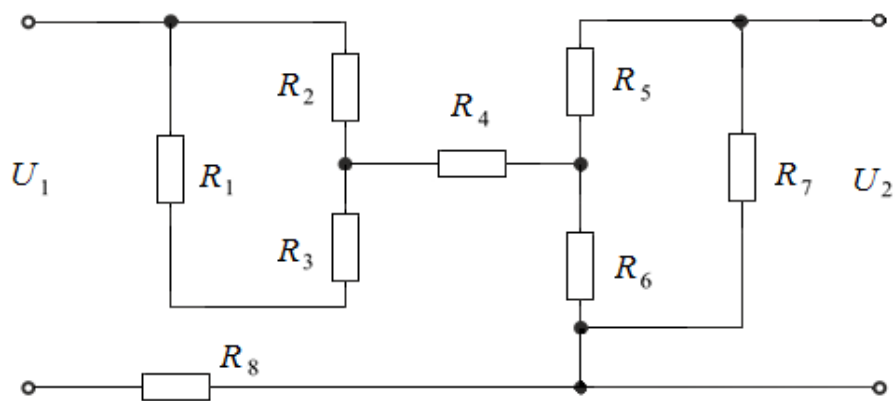

Рис. 74
7. Для цепи (рис. 74) определить коэффициент передачи $K = \frac{U_2}{U_1}$, если $R_1 = 5 \text{ Ом}$, $R_2 = 20 \text{ Ом}$; $R_3 = 15 \text{ Ом}$; $R_4 = 16 \text{ Ом}$; $R_5 = 30 \text{ Ом}$; $R_6 = R_7 = 10 \text{ Ом}$; $R_8 = 6 \text{ Ом}$.